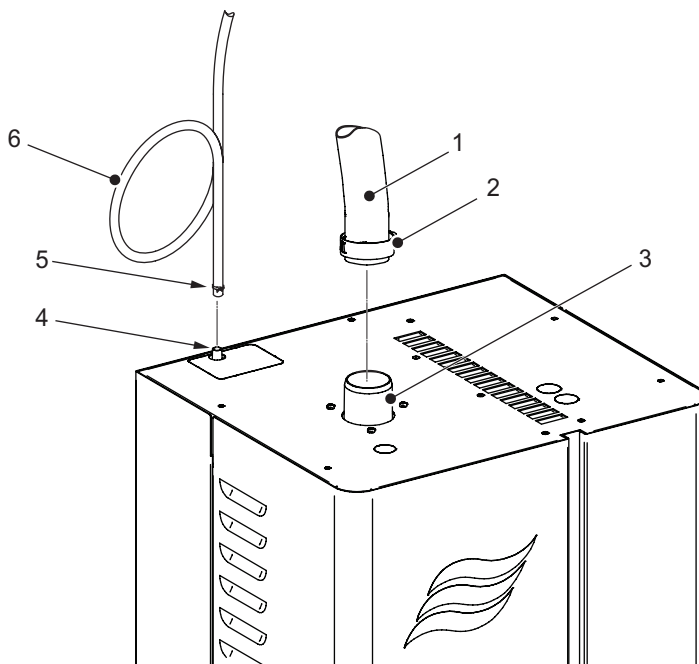

Figure 13 : Raccordements de la conduite sur l'humidificateur
- a. Raccorder le tuyau de vidange de condensat sortant de l'unité de ventilation vers l'un des raccords de vidange suivants. Consulter la Figure 13.